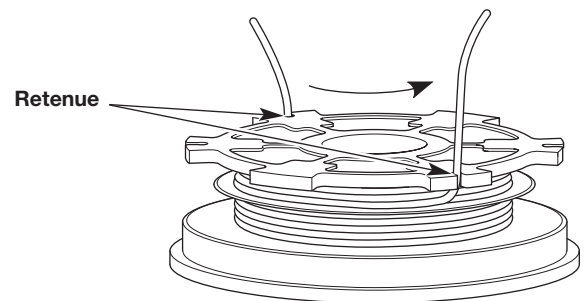

Fig. 15
3. Insérez les deux parties de 150 mm (6 po.) dans les deux fentes de retenue de 2,41 mm (0,095 po.) (Fig. 15).
4. Insérez les deux parties de 150 mm (6 po.) dans les deux fentes de retenue de 2,41 mm (0,095 po.) (Fig. 15).